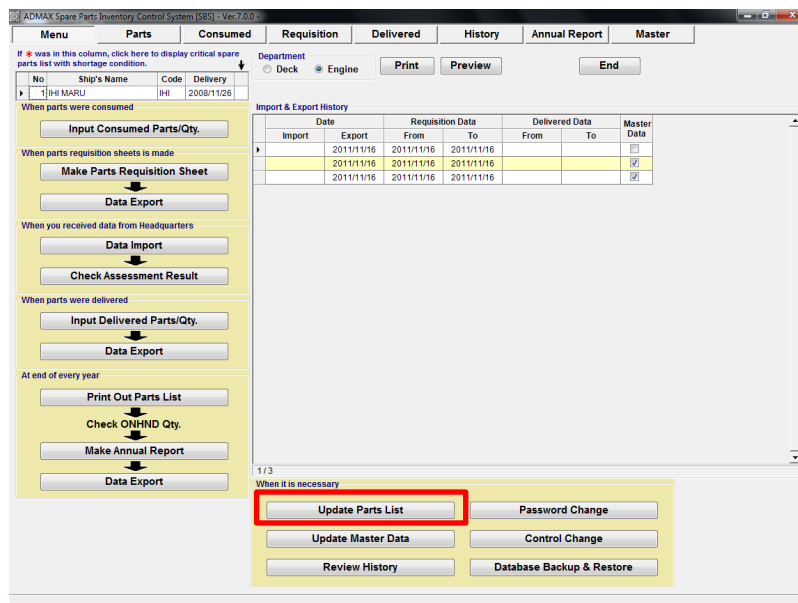

図 11.1 Menu
1. “Menu Screen”で(図.11-1)、 [Update Parts List]をクリックします。